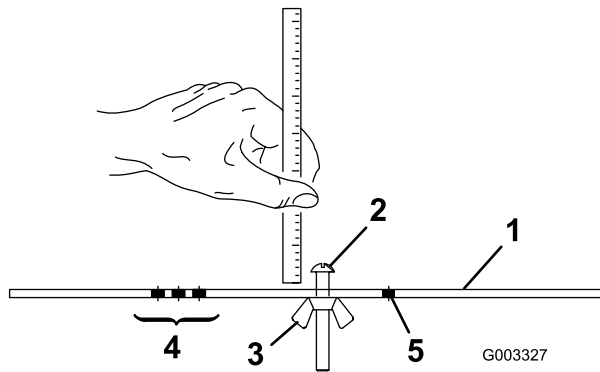

Bild 17
2. Lösen Sie die Mutter an der Messlehre (Bild 17) und stellen Sie die Einstellschraube auf die gewünschte Schnitthöhe ein.